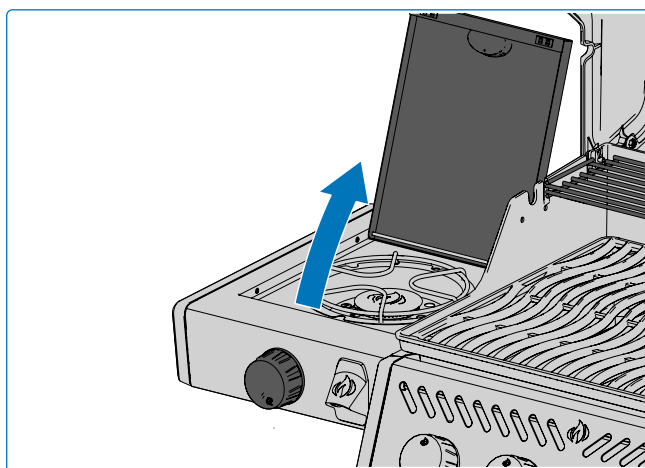

Fig. 9
1. Abra la tapa del quemador (**Fig. 9**)